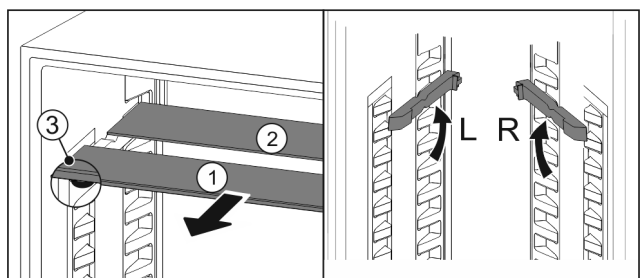

Fig. 99
- ▶ Sortir les tablettes par l'avant Fig. 99 (1).
- ▶ La tablette en verre Fig. 99 (1) avec bordure décorative est située à l'avant.
- ▶ Les butées Fig. 99 (3) sont orientées vers le bas.